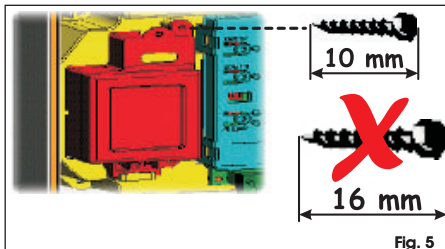

Fig. 5
2. Introduzca la batería en el alojamiento obtenido y fíjelo en los correspondientes soportes de anclaje (Fig. 5).